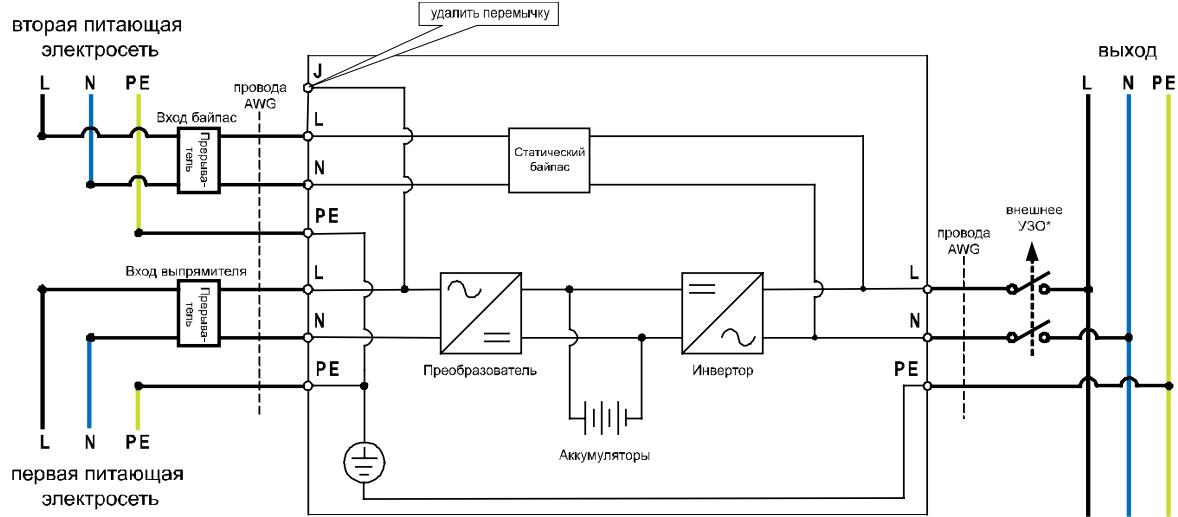
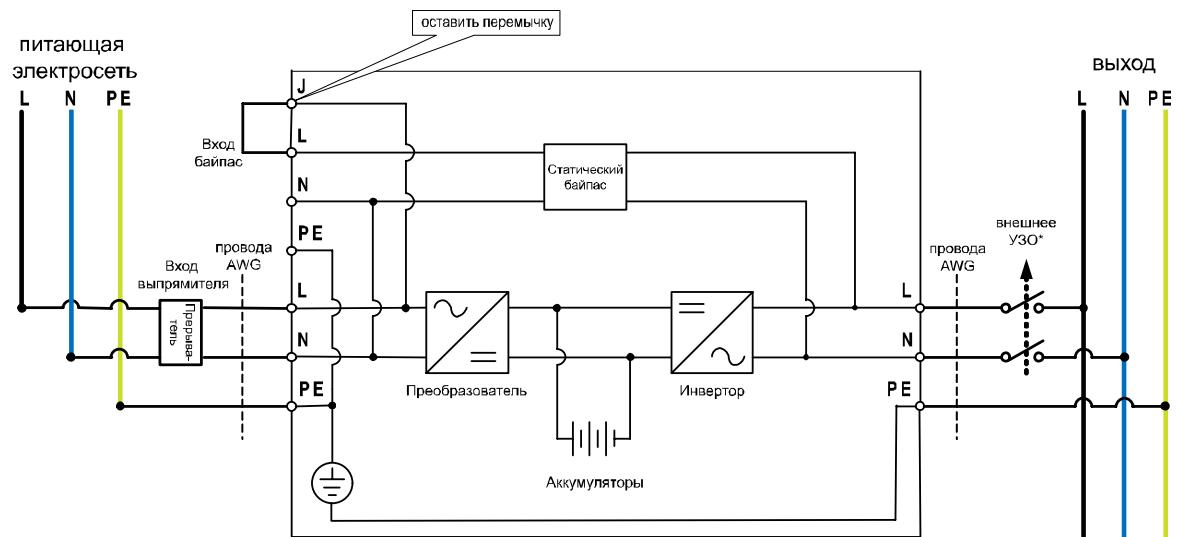
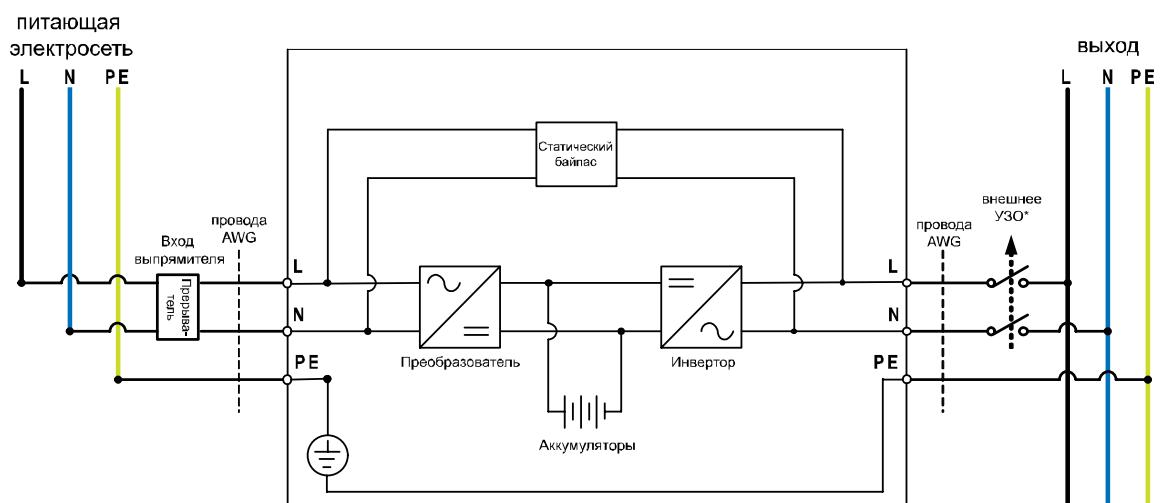

Рис. 2 Схема подключения ИБП с двумя входами на две электросети
Рис. 3 Схема подключения ИБП с двумя входами на одну электросеть
Рис. 4 Схема подключения ИБП с одним входом к электросети
- Рекомендованные схемы подключения приведены на рисунках 2, 3 и 4. ИБП выпускаются в двух модификациях – с одним и с двумя входами. Для модели с двумя входами (основной вход выпрямителя и дополнительный байпасный вход) на рис. 2 приведена схема подключения к двум электросетям, на рис. 3 к одной электросети и на рис. 4 подключение модели с одним входом (основной вход выпрямителя). Дополнительный байпасный вход является опциональным и служит для подключения второй линии подстанции электросети переменного тока.